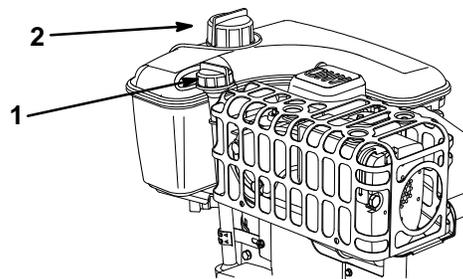

Abbildung 11
- Den Bereich um den Peilstab herum reinigen (Abb. 11).
- Den Peilstab aus dem Kurbelgehäuse herausziehen (Abb. 11).
1. Den Bereich um den Kraftstofftankdeckel herum reinigen (Abb. 11).